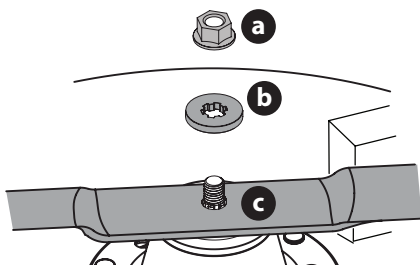

Fig. 64
2. Retirez le contre-écrou à collerette (a) et la rondelle plate (b) de l'arbre de broche et retirez la lame (c) (Fig. 64).